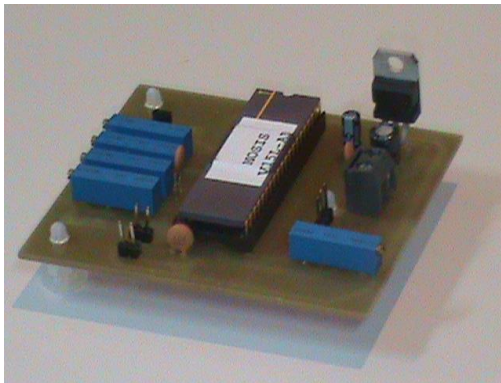

Figura 4. Placa PCB lado componentes.
El área del circuito es de  $0.93 \text{ mm}^2$ . Esta área incluye la de los pads y la del circuito conversor. Se implementó un circuito integrado (CI) en una tecnología CMOS estándar de  $0.5 \mu\text{m}$ . El CI fue montado en una placa PCB a los fines de la verificación. En la Figura 4 se muestra la placa con los componentes utilizados para polarizar y alimentar el CI..